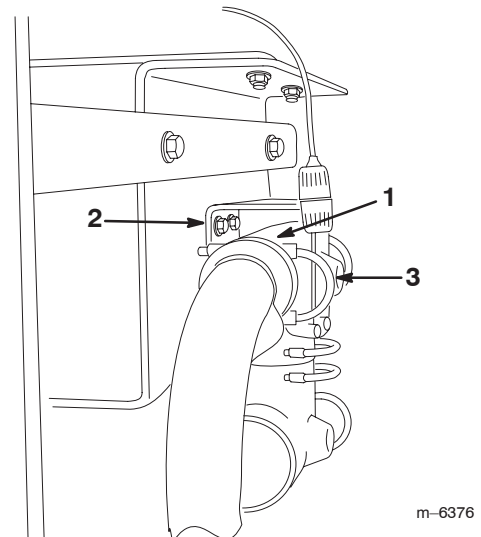

Figure 10
6. Retirez les fixations du raccord en T derrière la soupape d'alimentation de la rampe, de sorte que le raccord pende au bout des flexibles (Fig. 10).
7. Avec précaution, percez un trou (1/4 pouce diam.) dans l'orifice au dos du raccord en T (Fig. 10).
4. Enroulez du ruban Téflon, dans le sens anti-horaire, autour du filetage du petit raccord argent qui est fourni avec le tube rouge, et montez-le dans l'orifice que vous avez percé dans le raccord en T devant les soupapes de la rampe (Fig. 10).